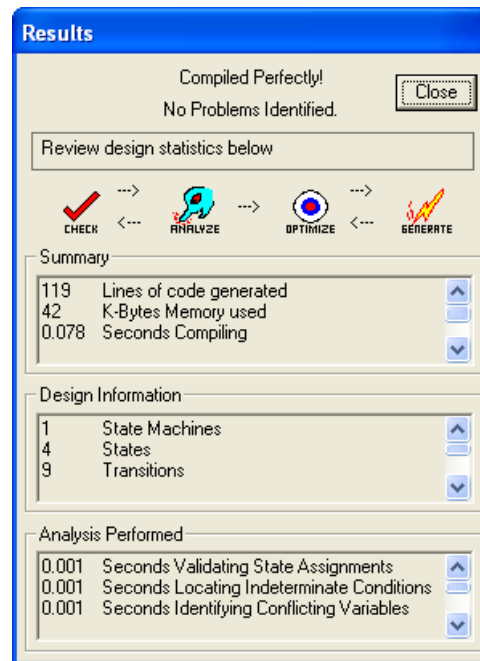

Figura 6.17. Resultados de la compilación para la generación del código HDL
- Genere el código en lenguaje VHDL correspondiente a la máquina de estados. Para esto, dé “click” en el botón “Compile” (Generate HDL). Entonces, si no hay errores, aparecerá la ventana de resultados con el mensaje “Compiled Perfectly”, ver figura 6.17; en caso contrario es necesario localizar y corregir los errores.